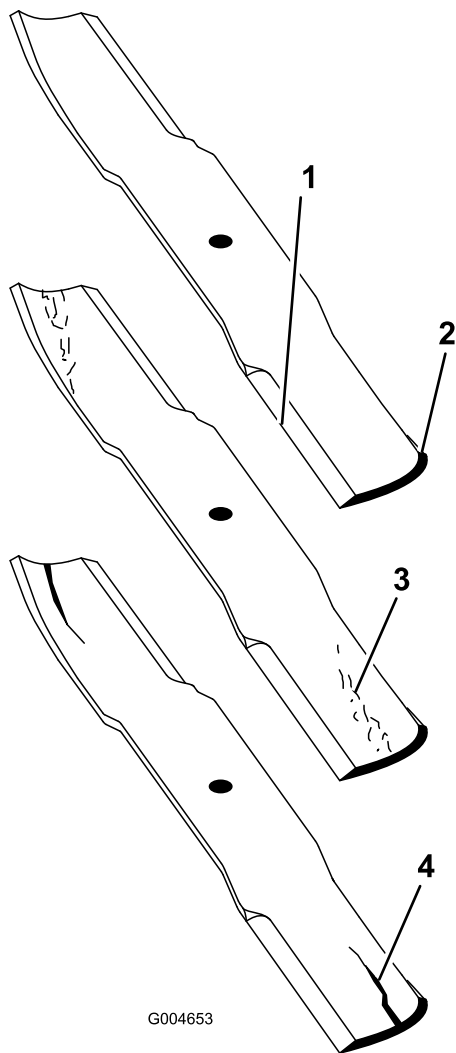

図 76
- ブレードの切っ先を注意深く観察、特に、直線部と曲線部が交わる部分をよく観察する図76。
注 この、直線部と曲線部の交差域は、砂などによる磨耗が進みやすい部分なので、機械を使用する前によく点検することが必要である。磨耗が進んでいる場合図76にはブレードを交換する。